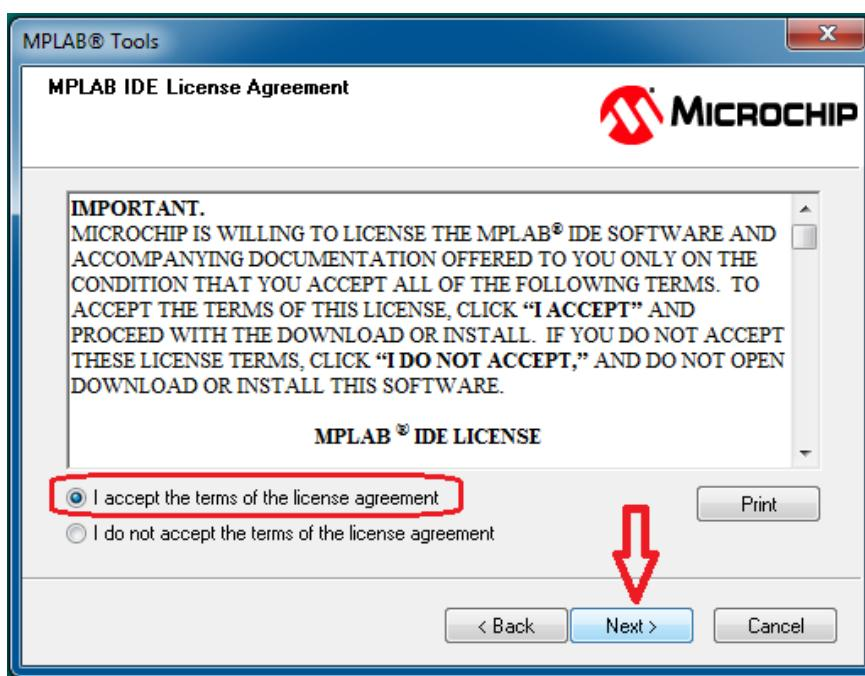

Figura 3.3 - Termo de licença.
- 2) A tela seguinte contém o termo de licença do MPLAB. Leia atentamente e, caso você concorde, clique em “I accept the terms of the license agreement”, em seguida, clique em “Next” (ver Figura 3.3).